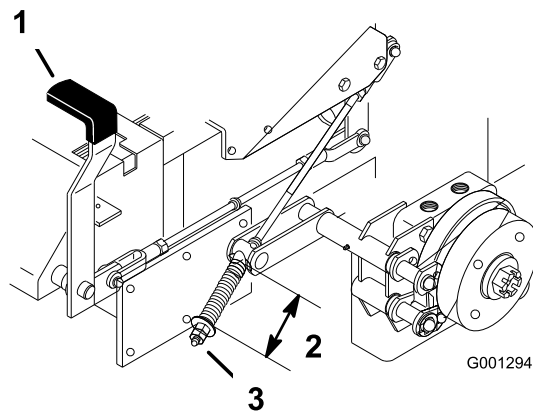

Bild 66
2. Messen Sie die Länge der Feder. Der Abstand zwischen den Scheiben sollte 64 mm betragen (Bild 66).
3. Falls Sie eine Einstellung vornehmen müssen, lösen Sie die Feststellbremse, lockern die Klemmmutter unter der Feder und stellen die Mutter direkt unter der Feder ein (Bild 66).